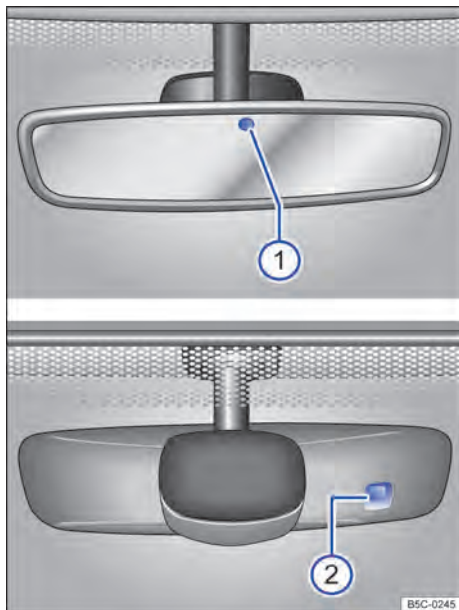

Fig. 73 No para-brisa: espelho retrovisor interno com antiofusco automático.
As possíveis causas de avarias e interpretações errôneas na área da superfície sensível → Fig. 73 do sensor de chuva são, entre outras:
Quando a ignição é ligada, os sensores medem a incidência de luz. Existem 2 sensores no espelho retrovisor interno, um que mede a incidência de luz pela *frente* → Fig. 73 ① e outro que mede a incidência de luz por *trás* ②. Em função dos valores medidos, o espelho retrovisor interno é escurecido automaticamente.